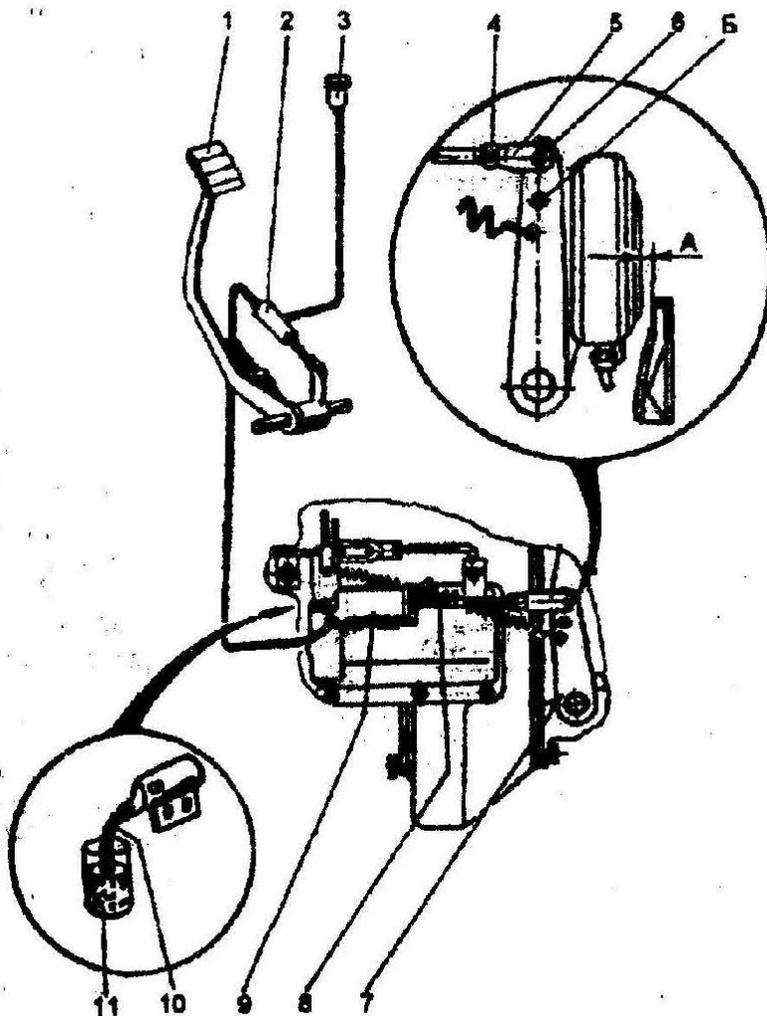

Рис. 52. Механизм управления муфтой сцепления:
- установите толкатель 8 (рис. 52) в положение, при котором шток упирается в дно рабочего гидроцилиндра 9, затем, перемещая толкатель до момента касания выжимного подшипника отжимных рычагов, замерьте свободный ход толкателя. Свободный ход толкателя должен быть в пределах $4,2 + 0,5$ мм, что соответствует зазору "А" между выжимным подшипником и отжимными рычагами, равному 2,5 мм;
1) подготовьте стеклянный сосуд, наполовину заполненный тормозной жидкостью и шланг, снимите крышку в впаке 3 (см. рис. 52) главного гидроцилиндра 2 и при необходимости долейте в него жидкость;
(4) повторяете эту операцию до тех пор, пока из шланга не прекратиться выделение пузырьков воздуха, после чего снимите шланг и наденьте колпачок;